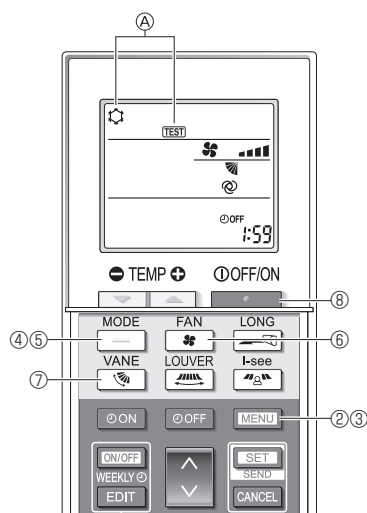

Fig. 8-5
- Nacisnąć przycisk [MENU] na 5 sekund. (Fig. 8-5)
Zostanie wyświetlony napis [A] [TEST] i bieżący tryb pracy. (Fig. 8-5)